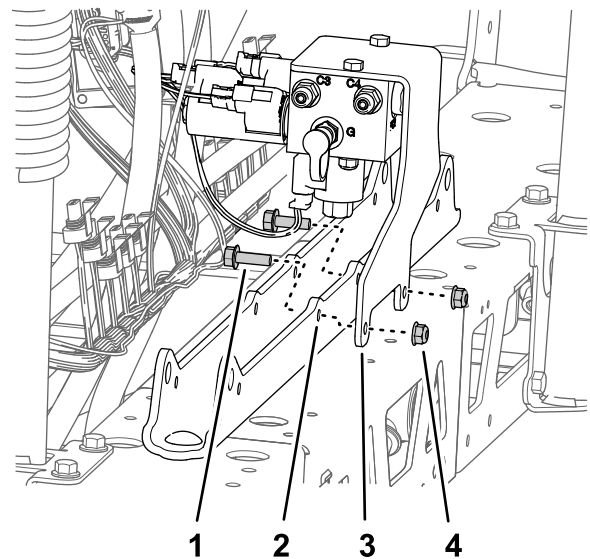

Bild 96
- A. Fluchten Sie die Löcher in der Stützhalterung für den Abschnitthubverteiler mit den Löchern in der Zylinderbefestigung aus (Bild 96).
haben, an der Zylinderbefestigung (Bild 96).